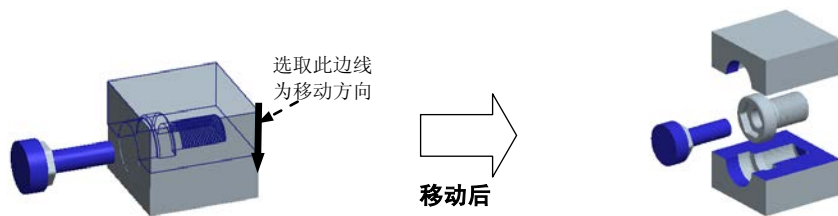

图 24.13 移动上、下模
Step3. 开模步骤 2：移动上模。参考 Step2，在模型中选取上模，选取图 24.13 所示的边线为移动方向，输入要移动的距离值-30。
Step4. 开模步骤 3：移动下模。输入要移动的距离值 30。结果如图 24.13 所示。在“模